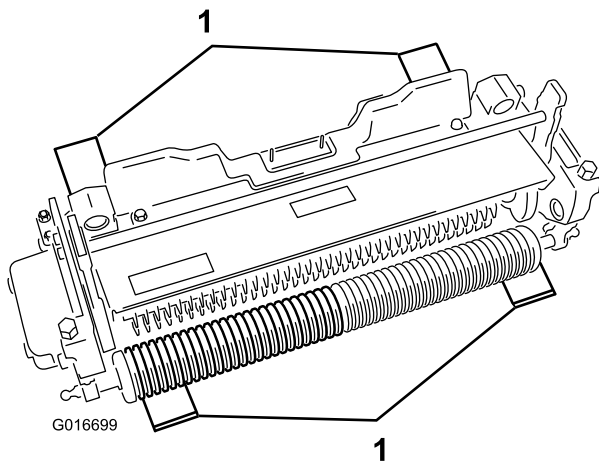

Figura 4
2. Posizionate le 4 barre di misura (alla profondità di penetrazione della lama sotto il terreno desiderata) sotto il rullo anteriore e il rullo posteriore del dispositivo anti-feltro (Figura 4).